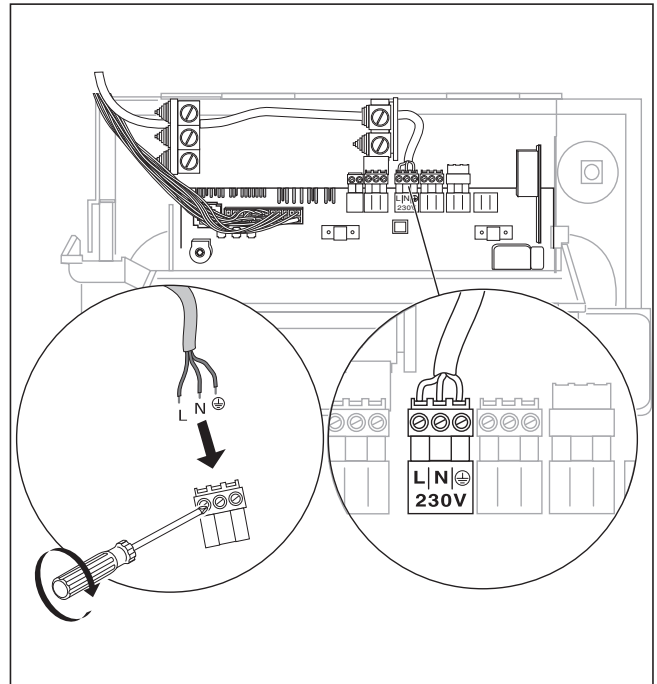

Abb. 4.5 Netzzuleitung anschließen
Die Netzzuleitung und alle weiteren Anschlusskabel (z. B. Heizungspumpe, usw.) können an den jeweils dafür vorgesehenen System Pro E Steckern angeklemt werden (siehe Abb. 4.5 und 4.6).
- Schließen Sie die Netzzuleitung am Pro E-Stecker (siehe Abb. 4.5 und 4.6) fest an.